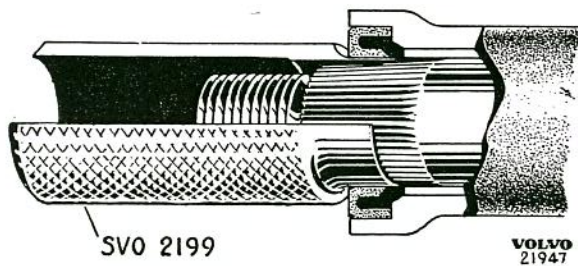

Bild 37. Montering av styraxel.
8. Anbringa skyddshylsan SVO 2199 enligt bild 37 och montera styraxeln i styrsnäckshuset. Fyll några droppar olja vid justerskraven i styraxeln.